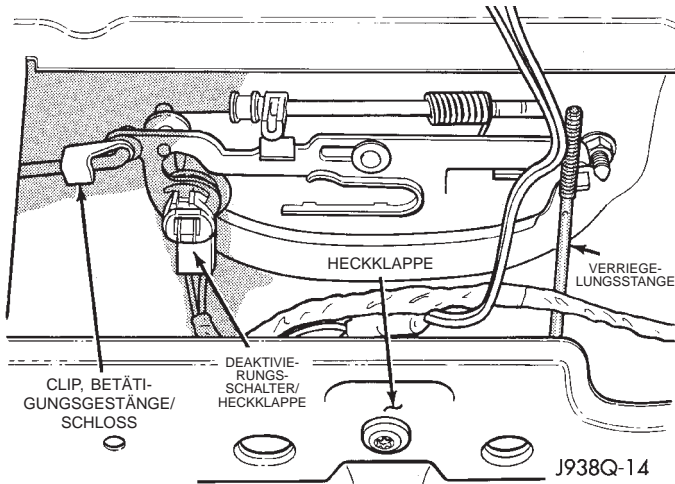

Abb. 12 Schalter/Heckklappenschließzylinder aus- und einbauen
(5) Unterteil der Heckklappenverkleidung aus dem Fahrzeug nehmen.
(6) Schalter/Heckklappenschließzylinder von der Rückseite des Schließzylinders abhebeln (Abb. 12).